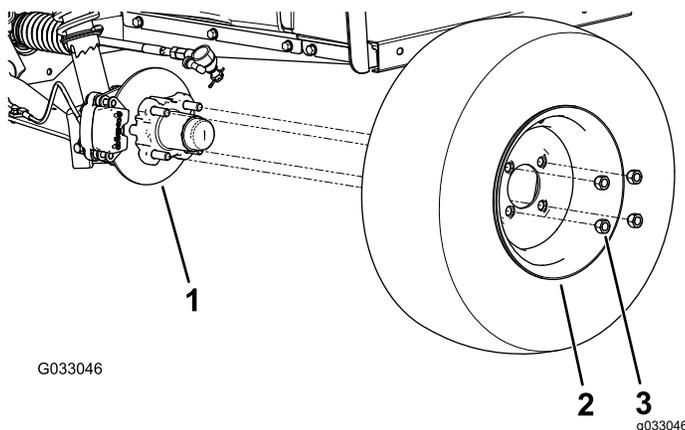

Рисунок 28
2. Отверните 4 зажимные гайки, которые крепят каждое колесо к ступице (**Рисунок 28**).
- Совместите отверстия в колесе со шпильками в ступице и установите колесо на ступицу так, чтобы вентиль шины был направлен наружу (Рисунок 28).
- Закрепите колесо на ступице с помощью зажимных гаек (Рисунок 28).